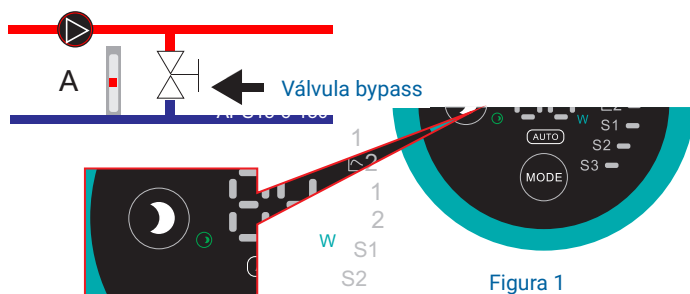

Figura 1
1. Al instalar la bomba en la tubería, debe instalar las dos juntas selladas provistas (como se indican en la figura 1).
- Afloje y sacar cuatro hex. Pernos que fijan la cabeza de la bomba (Figura 1)
4.1.1 Al ajustar la válvula bypass, asegúrese de que la bomba esté configurando el modo I de velocidad. (Figura 1)